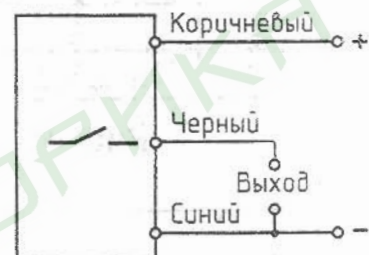

Рис. 2
15. Электрический монтаж датчика положения для клапанов общепромышленного исполнения производите в соответствии со схемой рис. 2. Выходной транзисторный ключ датчика открывается при срабатывании клапана.